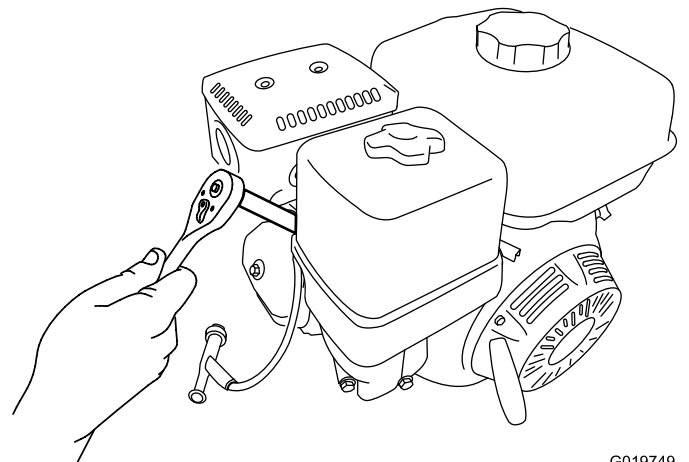

Figura 55
- Gire la bujía en sentido antihorario usando una llave para bujías de 21 mm (13/16") para desmontar la bujía y la junta (Figura 55).
2. Gire la bujía en sentido horario usando una llave para bujías de 21 mm (13/16") hasta que la bujía y la junta estén asentadas (Figura 55).